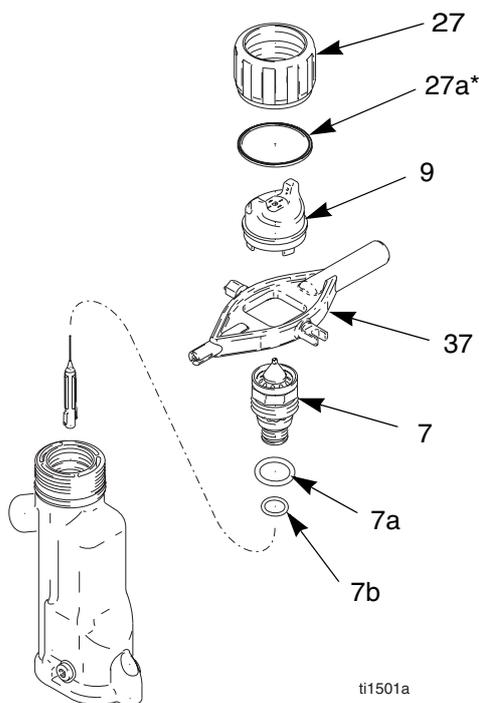

Fig. 24. Reemplazo del cabezal de aire/boquilla
2. Retire el anillo de retención del cabezal de aire (27) y el cabezal de aire (9). Vea FIG. 24.
3. Apunte hacia arriba la parte delantera de la pistola y apriete el gatillo mientras saca el conjunto de la boquilla (7) con la herramienta multiusos (37).